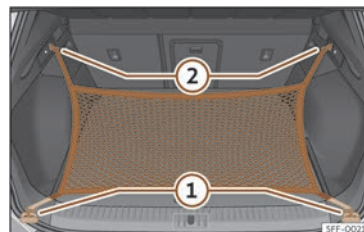

Fig. 193 În portbagaj: inele ① și cârlige ② pentru fixarea plasei pentru bagaje.
- Fixați cârligele scurte ale plasei de inelele de ancorare >>> **fig. 193** ① >>> ⚠. Fermoarul bagajelor trebuie îndreptat în sus.
- Fixați chingile în cârligele plasei ②.